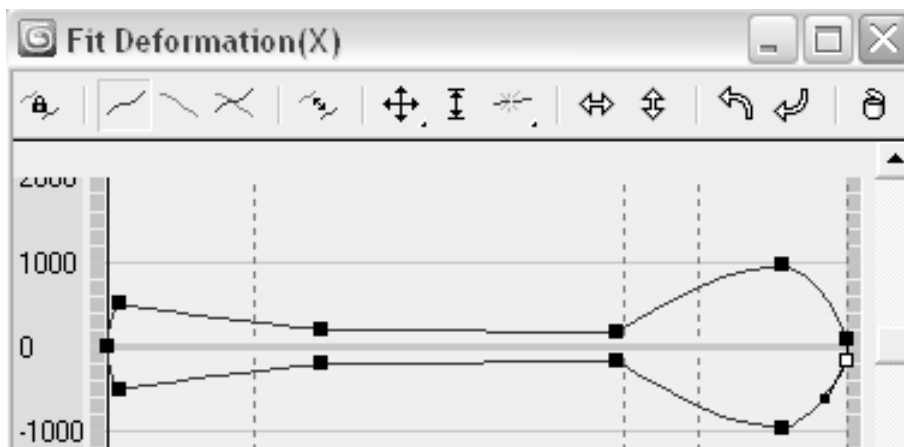
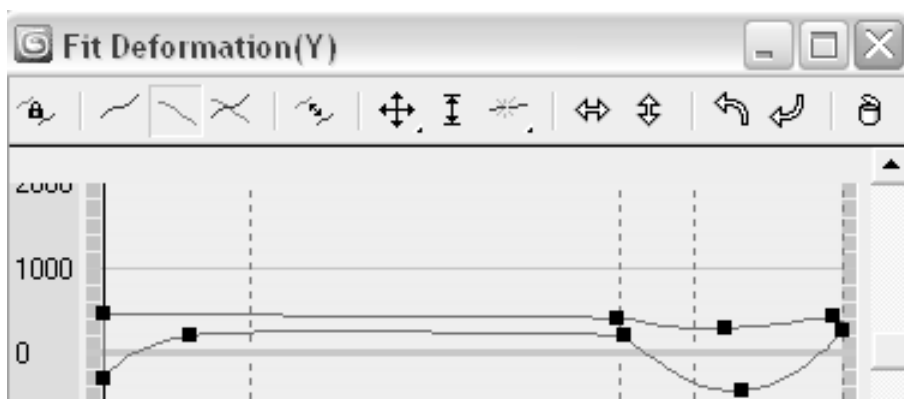

Рис. 7.3.11. Проекция формы сечения трехмерного объекта в направлении оси X
Рис. 7.3.12. Проекция формы сечения трехмерного объекта в направлении оси Y
4. Откройте окно диалога **Fit (Деформация подгонки)**. Отключите симметричное воздействие по осям **Make Symmetrical (Симметрично по X и Y)**. Щелкните кнопку **Get Shape (Взять форму)**, позволяющую выбрать кривую в качестве профиля для подгонки формы сечения трехмерного объекта в направлении выбранной оси локальной системы координат: для оси X – сплайн 5 (проекция) (рис. 7.3.11.), для оси Y – 6 (проекция) (рис. 7.3.12).